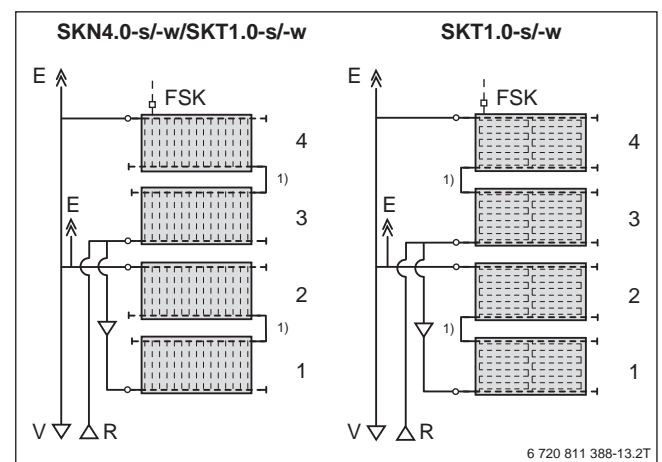

Bild 143 Verschaltung von 4 waagerechten Kollektoren übereinander
- ▶ Hierzu die 2 unteren Kollektoren (1 + 2) und die 2 oberen Kollektoren (3 + 4) in Reihe verbinden (→ Bild 143).